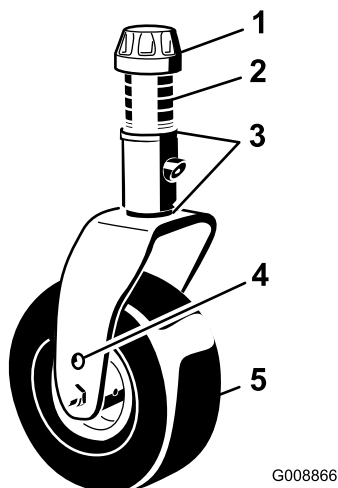

Figura 29
3. Regolate gli spessori (3 mm) sulla forcella (o forcelle) della ruota orientabile, finché l'altezza di taglio non corrisponde al valore riportato sull'adesivo (Figura 29); fate riferimento a Regolazione del passo del piatto di taglio \(pagina 77\).